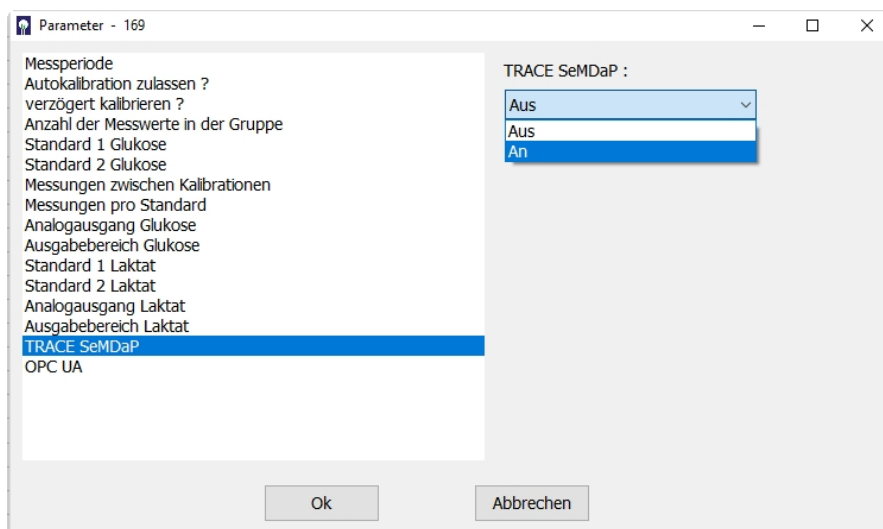

Abbildung 90: Aktivieren des seriellen Datenprotokolls
- Diese Funktion ist werkseitig ausgeschaltet und kann hier aktiviert werden (Abbildung 90).